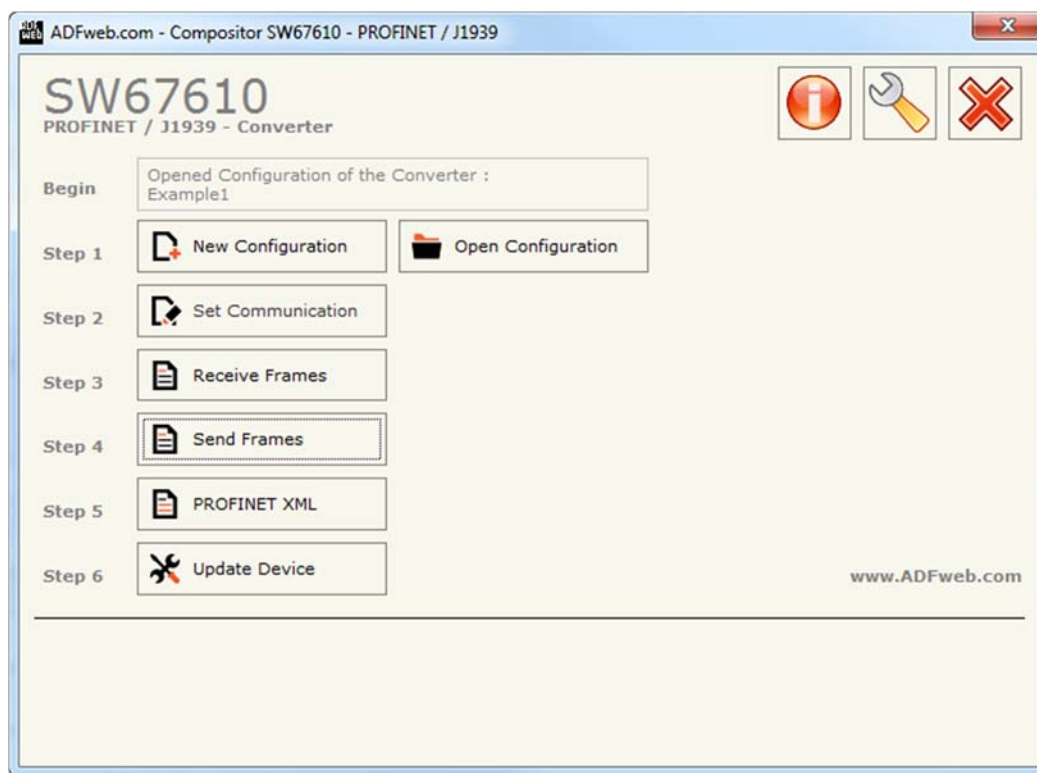
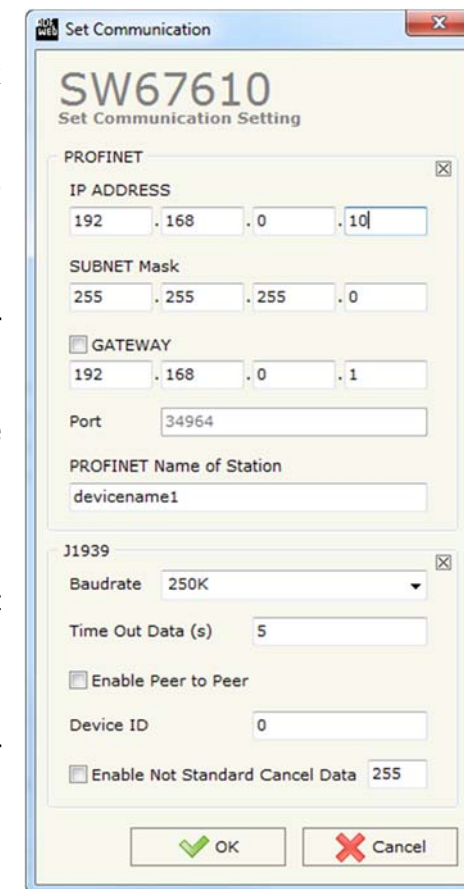
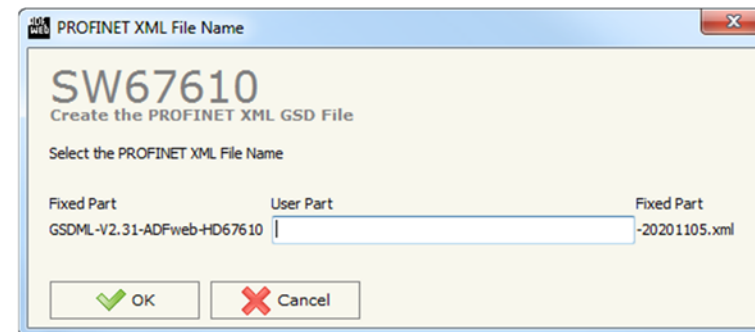

Abb. 2: Hauptfenster SW67610
Abb. 7:
Abb. 10: GSD Datei erstellen
Wenn die Software SW67610 gestartet wird, erscheint folgendes Fenster (Abb. 2).
In diesem Kapitel werden die grundsätzlichen Kommunikationsparameter definiert. Durch Anklicken der Schaltfläche **[Set Communication]** im Hauptfenster der Software (Abb. 2) öffnet sich das Fenster „Kommunikationseinstellungen“ (Abb. 7). Dieses unterteilt sich in zwei Abschnitte, die sich einzeln ausblenden lassen. Die Abschnitte beinhalten die Einstellungen für die Profinet- und J1939-Verbindungsparameter.
Durch Anklicken der Schaltfläche **[Receive Frames]** (Schritt 3) im Hauptfenster der Software (Abb. 2) erscheint das Fenster „Receive J1939 Frames“.
Durch Anklicken der Schaltfläche **[Send Frames]** (Schritt 3) im Hauptfenster der Software (Abb. 2) erscheint das Fenster „Transmit J1939 Frames“.
Durch Anklicken der Schaltflächen **[PROFINET XML]** im Hauptfenster der Software (Abb. 2) ist es möglich jeweils eine Profinet XML GSD Datei zu generieren um diese dann in die jeweilige Konfiguration zu importieren (Abb. 10).
- Nach erfolgreichem Updatevorgang (Abb.10) schalten Sie das Gerät aus.
- Nach erfolgreichem Updatevorgang (Abb. 10), läuft das Gerät automatisch mit den neuen Parametern im RUN-Modus weiter.